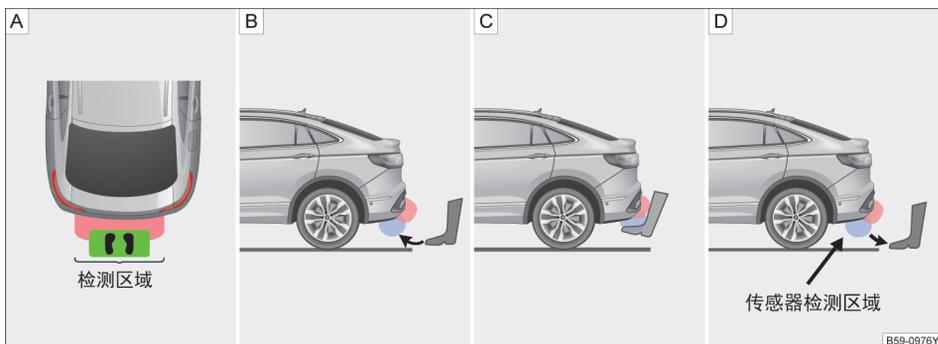

图 64 详细的脚踢步骤
1、站到后保险杠前中间位置的有效识别区域内→图 64 A
2、控制小腿快速踢向行李厢盖→图 64 B
- 小腿紧紧靠近后保处停止，并且不能触碰到后保→图 64 [C]
- 小腿停止后立即收回，并回到踢出位置→图 64 [D]